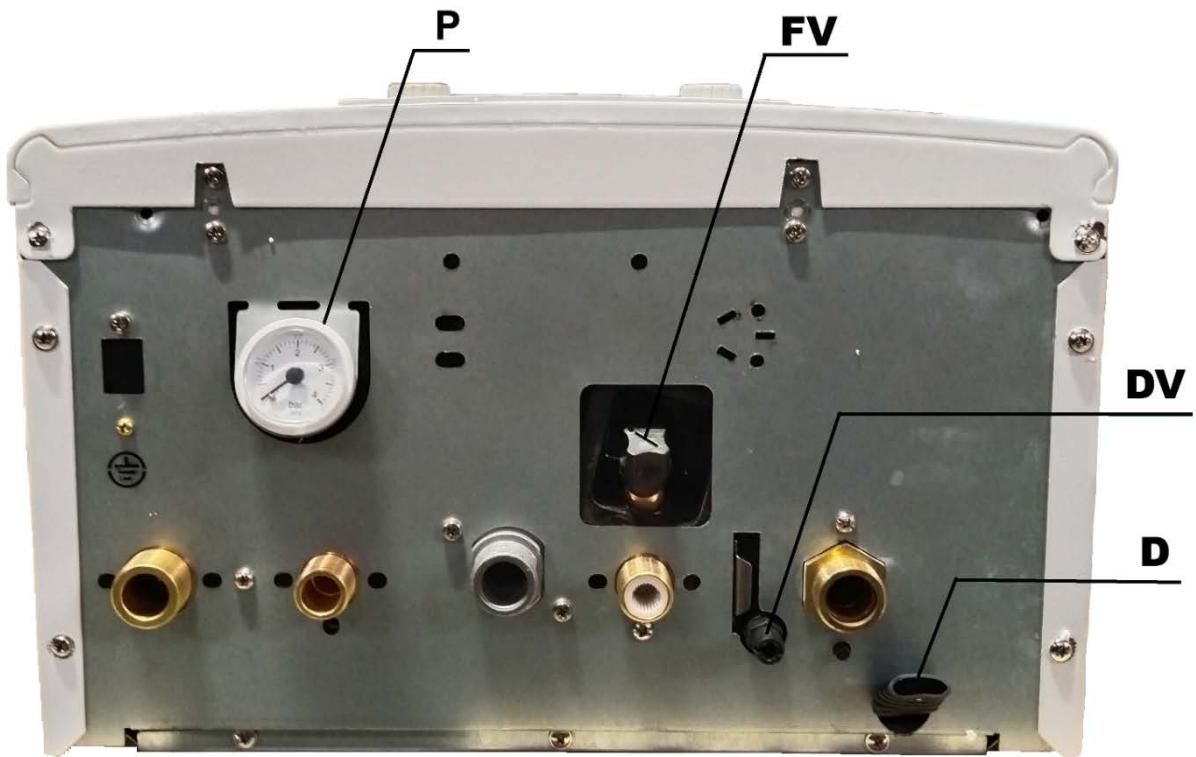

Рис. 9. Вид на котёл снизу
Подсоедините сливной патрубок предохранительного клапана **D** (рис.9) в дренажную канализацию. Присоединение следует выполнять «с разрывом струи», чтобы иметь возможность визуально контролировать факт срабатывания предохранительного клапана и проходимость дренажного трубопровода.
- Постепенно открывайте кран заполнения FV (рис.9);
- После удаления воздуха из системы отопления, продолжайте подпитку и отслеживайте давление по манометру P. (рис.9). При установлении давления равном 1,5 бар, подпитку прекратить.
При необходимости, опорожнение котла производится через сливной кран DV (рис.9). Кран открывается путём проворачивания его, за шестигранный выступ, против часовой стрелки. Для избегания брызг, на «ёрш» крана можно одеть трубку подходящего диаметра.